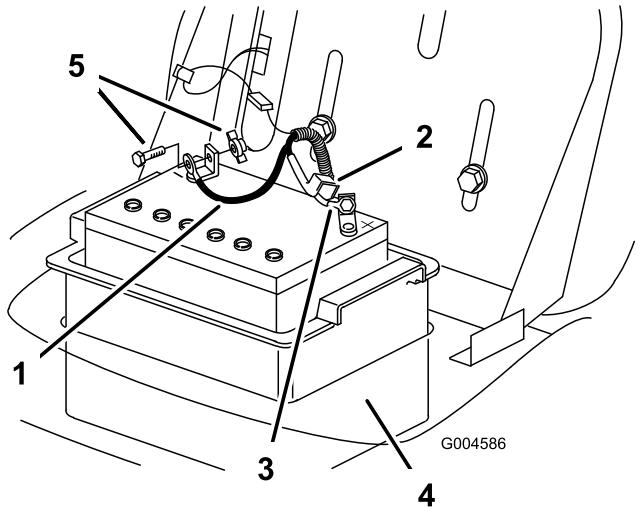

Figura 26
7. Desconecte el cable negativo de tierra (negro) del borne de la batería (Figura 26).
9. Desconecte el cable positivo (rojo) del borne de la batería (Figura 26).
10. Retire la caja de la batería y la batería del chasis (Figura 26).
1. Coloque la batería en la caja de la batería e instálela en el chasis (Figura 26).
2. Usando el perno, las arandelas y la tuerca, conecte el cable positivo (rojo) al borne positivo (+) de la batería (Figura 26).
- Usando el perno y la tuerca de mariposa, conecte el cable negativo (negro) al borne negativo (–) de la batería (Figura 26).